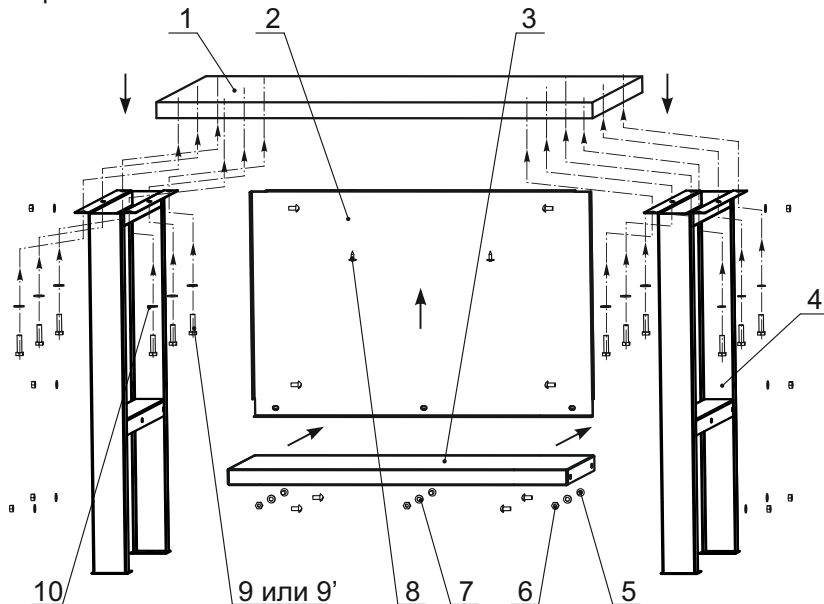

Рис. 1. Схема сборки верстака
- 3.2. Проверьте комплектность поставки (номера позиций на рис. 1 соответствуют позициям в списке комплектующих).